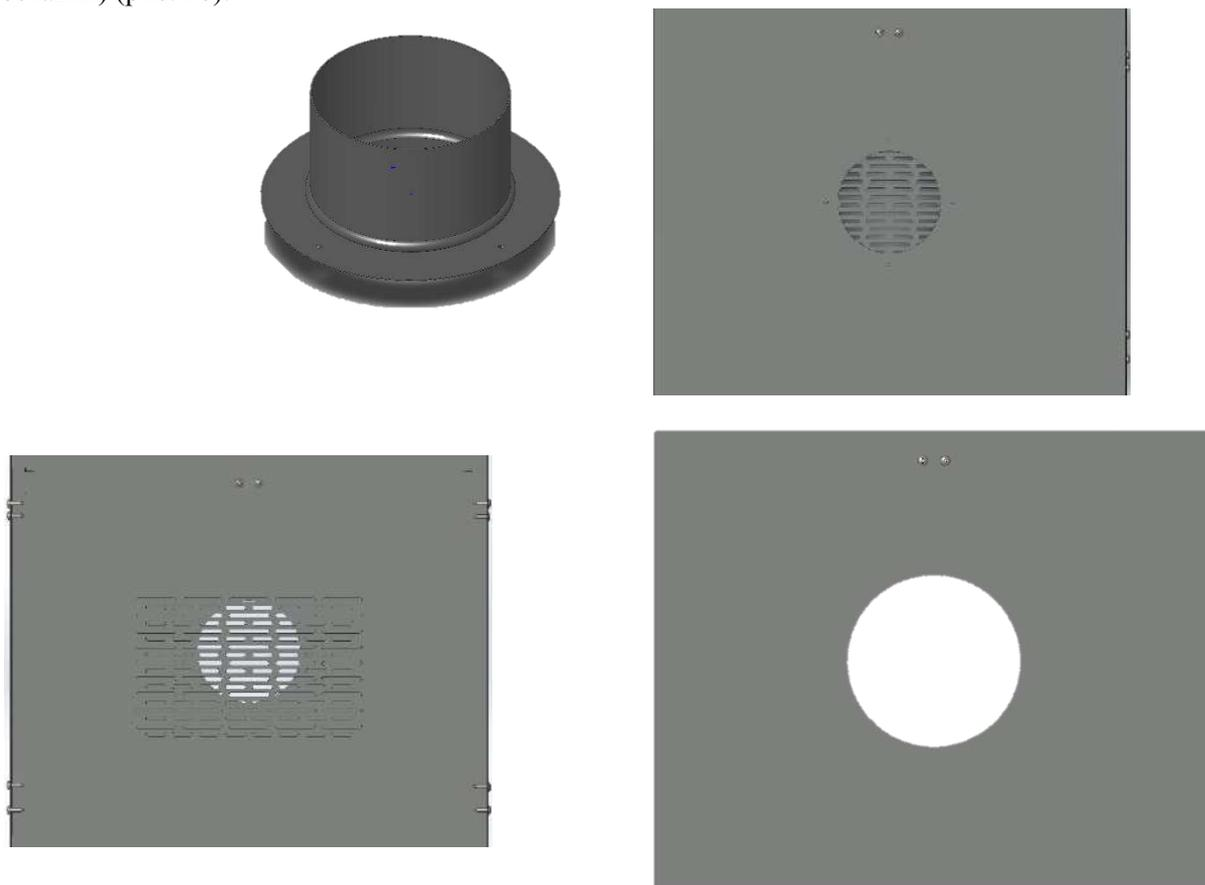

Рис. 10
4.7 Вентиляционный патрубок, устанавливаемый на крыше, после чего, закрепить детали при помощи саморезов 5.5x19 (Допустимо патрубок закрепить при помощи заклепок, входящих в комплект поставки) (рис. 10).